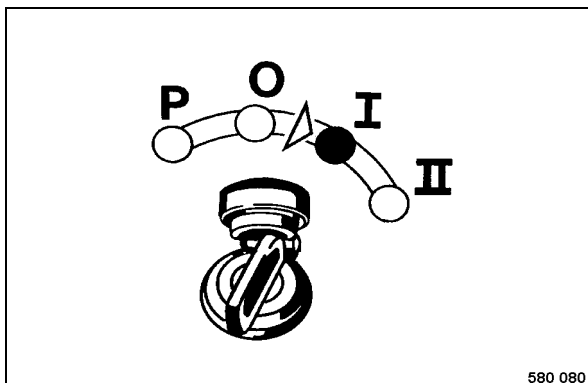

fig. 83
- Commuter l'interrupteur d'allumage sur position „I“ (fig. 83).